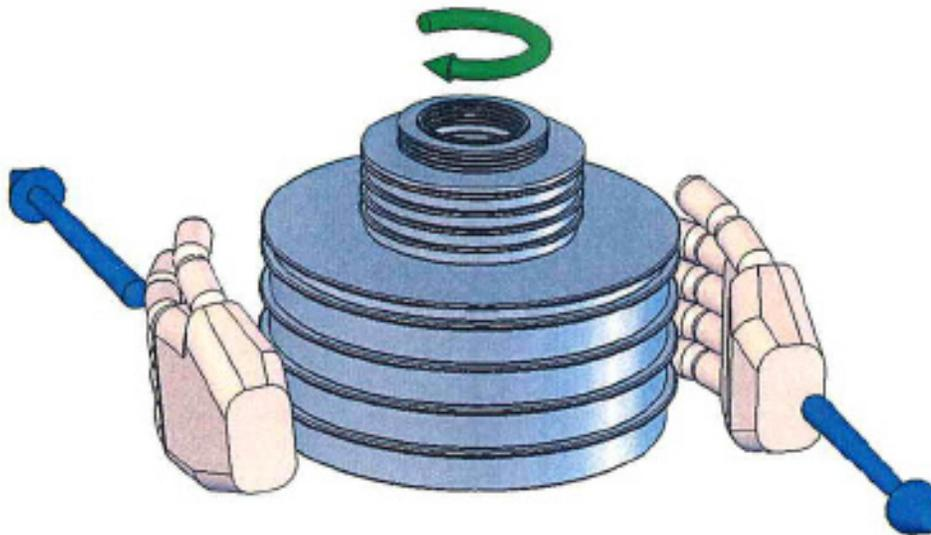

Figura 3-1. Rotação do peso
4. Gire cuidadosamente a pilha de pesos no sentido horário, de forma que esteja virando aproximadamente entre 10 e 60 rpm. Evite cargas laterais ao virar os pesos colocando as palmas das mãos em cada lado e “rolando” a pilha em direções opostas, consulte a Figura 3-1. **NÃO gire os pesos quando o pistão estiver contra os limites superiores e inferiores do percurso.**
4. Gire cuidadosamente a pilha de pesos no sentido horário, de forma que esteja virando aproximadamente entre 10 e 60 rpm. Evite cargas laterais ao virar os pesos colocando as palmas das mãos em cada lado e “rolando” a pilha, puxando-a em direções opostas, consulte a Figura 3-1. **NÃO gire os pesos quando o pistão estiver contra os limites superiores e inferiores do percurso.**